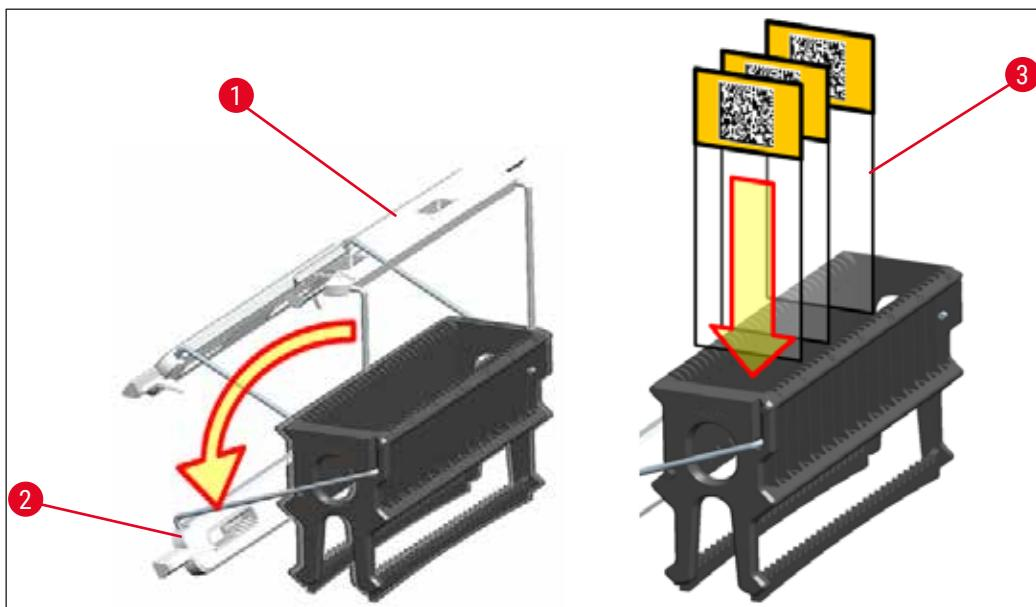

Fig. 83
- Partea frontală a rack-ului este marcată cu logo-ul Leica. Cu cadrul atașat, inscripția **FRONT** ("Partea frontală") poate fi văzută la o privire asupra cadrului (→ "Fig. 83").
1. Rabatați cadrul stativului în poziție verticală (→ "Fig. 83").